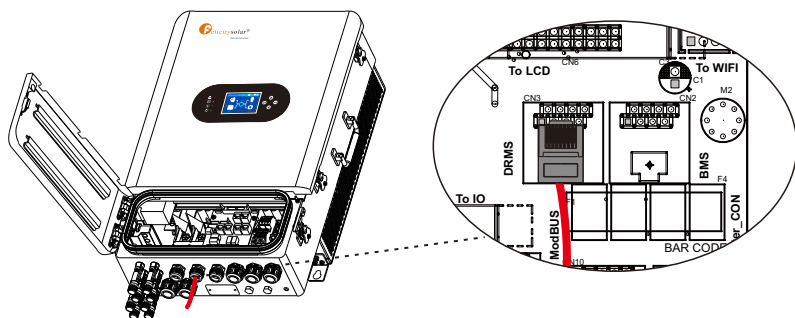

Figura 4.8-1 Interfaz DRMS
Paso 1. Abra el pestillo desde el lado derecho de la máquina. Véase la figura 4.8-1.